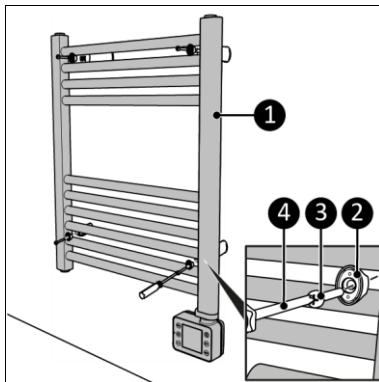

Figure 10
10. Placez l'appareil (figure 10, pos. 1) sur les supports muraux.
11. Vissez et serrez l'appareil avec quatre grandes vis (figure 10, pos. 3) au support mural (figure 10, pos. 2) à l'aide d'un tournevis cruciforme (figure 10, pos. 4).